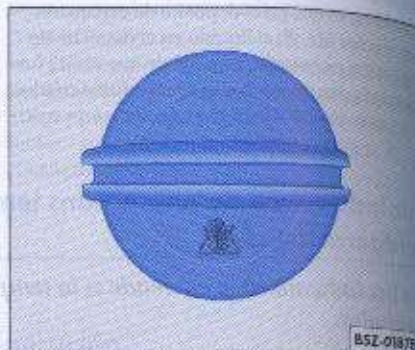

Fig. 113 En el vano motor: remover la tapa del depósito del líquido de refrigeración
- Cubra el tapón del depósito de expansión del líquido de refrigeración ⇒ fig. 113 con un trapo grueso y ábralo cuidadosamente hacia la izquierda ⇒